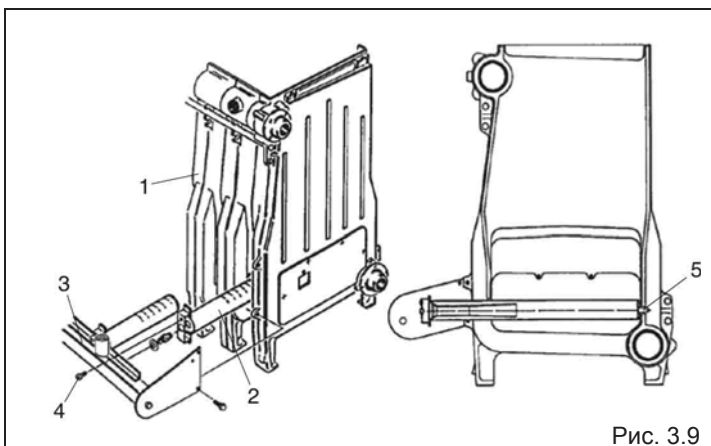

Рис. 3.9
После установки коллектора горелок (3) вставьте горелки (2) одну за одной внутрь камеры сгорания в корпусе котла (1). Следите за тем, чтобы прорезы горелок, через которые выходит газ, были обращены вверх. Сдвиньте с усилием таким образом, чтобы суппорт (5) горелки зашёл в отверстие, выполненное в чугунной стенке, разделяющей элементы (Рис. 3.9). Закрепите горелку на коллекторе с помощью винта с выпуклой цилиндрической головкой М5х8 (4).